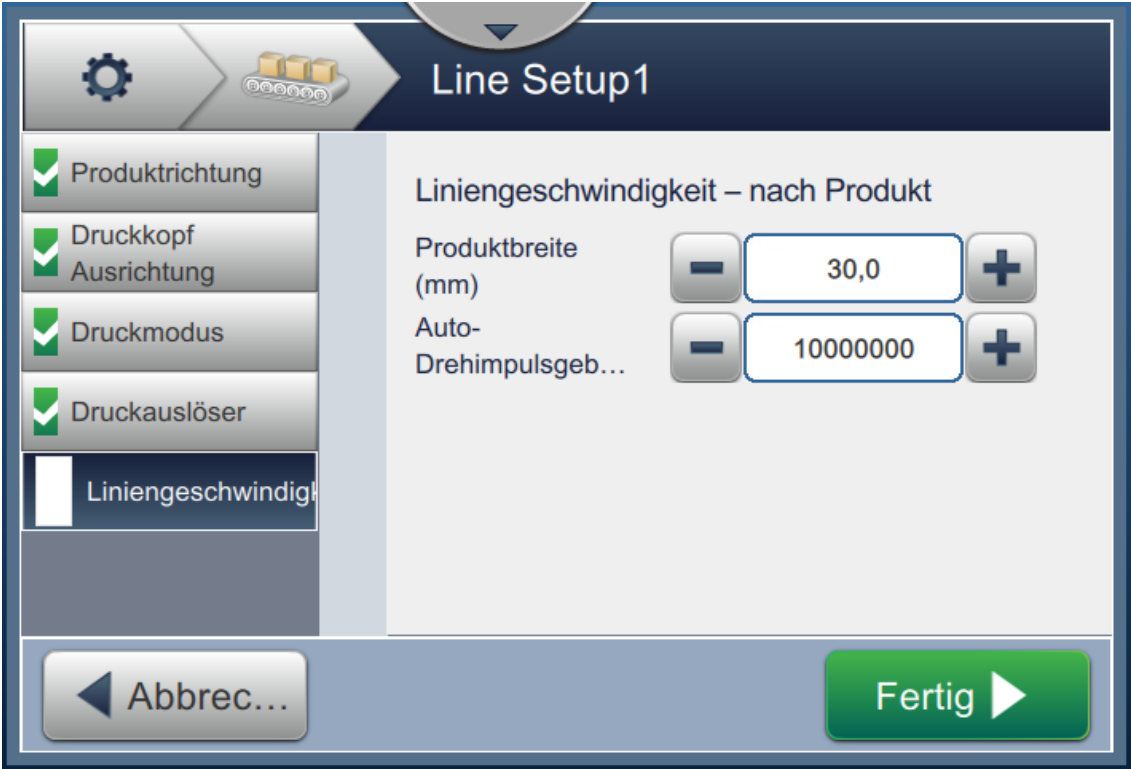

Abbildung 6-36: Liniengeschwindigkeit – Gemessen nach Produktionsgröße/Zeiteinstellungen
2. Ändern Sie die gewünschten Parameter auf dem Bildschirm „Einstellungen“, wie dargestellt in Abbildung 6-36.